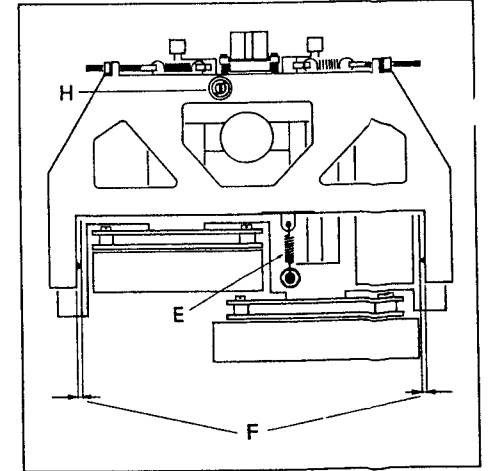

Fig. 3.3
- Der Schwenkträger muss über die Rückzugsfeder [E] geerdet sein (Fig. 3.3, Ansicht von unten).
- The pivoting carrier must be connected to ground via the retraction spring [E] (Fig. 3.3, bottom view).
- Le support des têtes doit être mis à la terre par l'intermédiaire du ressort de rappel [E] (fig. 3.3, vue de dessous).
- Kontrollieren, ob die beiden Gewindestifte an den Drehpunkten des Schwenkträgers so eingestellt sind, dass auf beiden Seiten der Abstand Schwenkträger – Doppelkapstanguss [F] gleich gross ist (Fig. 3.3).
- Ensure that the two headless setscrews at the pivoting point of the carrier are adjusted in such a manner that the clearance between pivoting carrier and dual capstan casting [F] is identical on both sides (Fig. 3.3).
- Les tiges filetées des points de rotation doivent être réglées de telle façon que la distance entre le support pivotant et le châssis du double cabestan [F] soit la même de part et d'autre (fig. 3.3). Le support pivotant doit se déplacer autour des points de rotations sans jouer ni gripper. Le cas échéant, corrigez la position des tiges filetées et serrez l'écrou fendu correspondant.
- Die Eintauchtiefe wird mit der Einstellschraube [H] (Fig. 3.3) so eingestellt, dass das andere Ende des Mess-Schiebers sich im Bereich der eingefrästen Markierung befindet.
- Adjust engaged length by adjusting screw [H] (Fig. 3.3) in such a manner that the opposite end of the measuring slide is located within the area of the milled marking.
- Ajustez la profondeur de pénétration à l'aide de la vis [H] (fig. 3.3) de façon à ce que l'autre extrémité du curseur soit en face du repère fraisé.